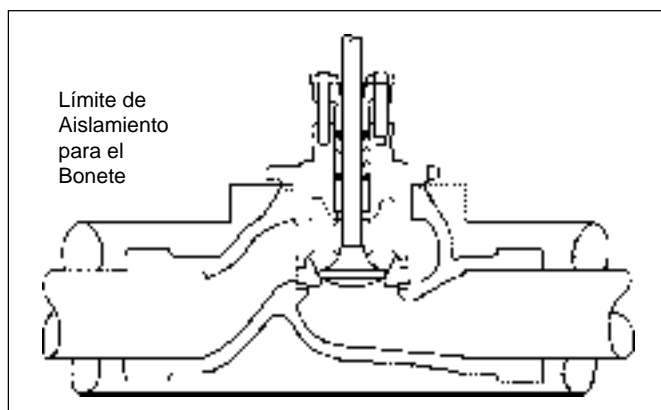

Figura 2: Aislamiento del Cuerpo
10. El aislamiento debe ser instalado como se muestra en la Figura 2. Asegúrese de drenar lejos del área del empaque cuando instale totalmente, selle y cubra para instalaciones exteriores.